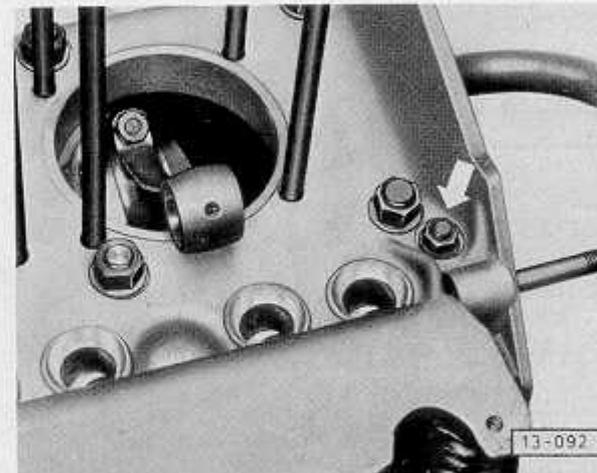

Abb. 11 Kurbelgehäusehälften zusammenbauen
2) Beim Zusammenbau der Kurbelgehäusehälften zuerst die Mutter M 8, die neben der Stiftschraube M 12 des Kurbelwellenlagers 1 liegt, festziehen (Abb. 11). Erst dann dürfen die Muttern M 12 festgezogen werden. Dann alle weiteren M 8-Muttern festziehen.